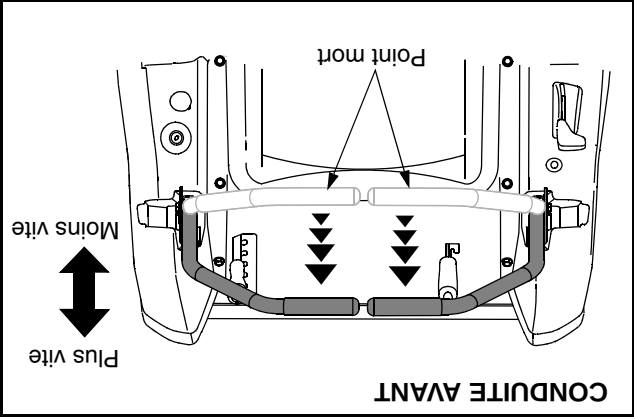

Figure 11
- Déplacez les deux leviers de direction lentement et en douceur vers l'avant. Le tracteur commencera à avancer. Voir la Figure 11.